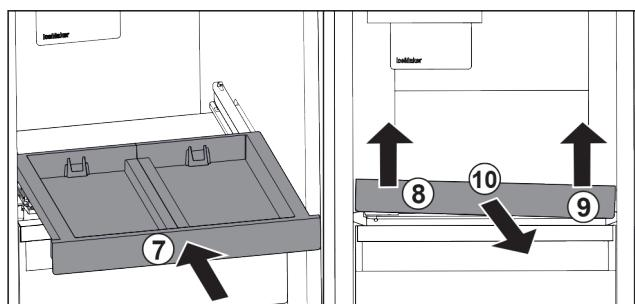

Fig. 35
- ▶ Вкарайте изтегляща се дъска. Fig. 35 (7)
- ▶ Повдигнете изтеглящата се дъска отпред отляво. Fig. 35 (8)
- ▶ Повдигнете изтеглящата се дъска отпред отляво. Fig. 35 (9)
- ▶ Извадете изтегляща се дъска напред. Fig. 35 (10)